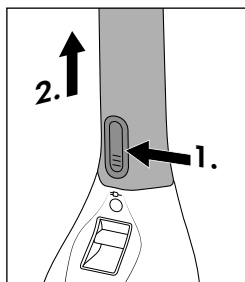

Fig. 3
- ◆ Pressione o botão de desbloqueio 3 e puxe cuidadosamente a pega comprida 2 da unidade do motor 8 (ver fig. 3).